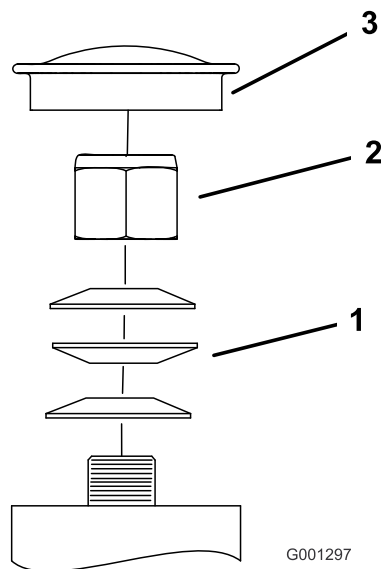

Figura 59
3. Retire el tapón guardapolvo de la rueda giratoria y apriete la contratuerca (Figura 59).
4. Apriete la contratuerca hasta que las arandelas elásticas estén planas, luego afloje la contratuerca $\frac{1}{4}$ de vuelta para establecer la pre-carga correcta de los cojinetes (Figura 59).
Importante: Asegúrese de que las arandelas elásticas están correctamente instaladas, como se muestra en la Figura 59.
5. Coloque el tapón guardapolvo (Figura 59).